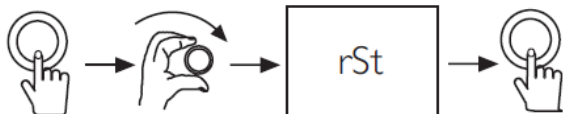

Fig. 28: Rearme de códigos de error
- Algunos códigos de error pueden rearmarse. Si aparece un código de error en la pantalla, realice el proceso de rearme (Fig. 28) para intentar eliminar el fallo.